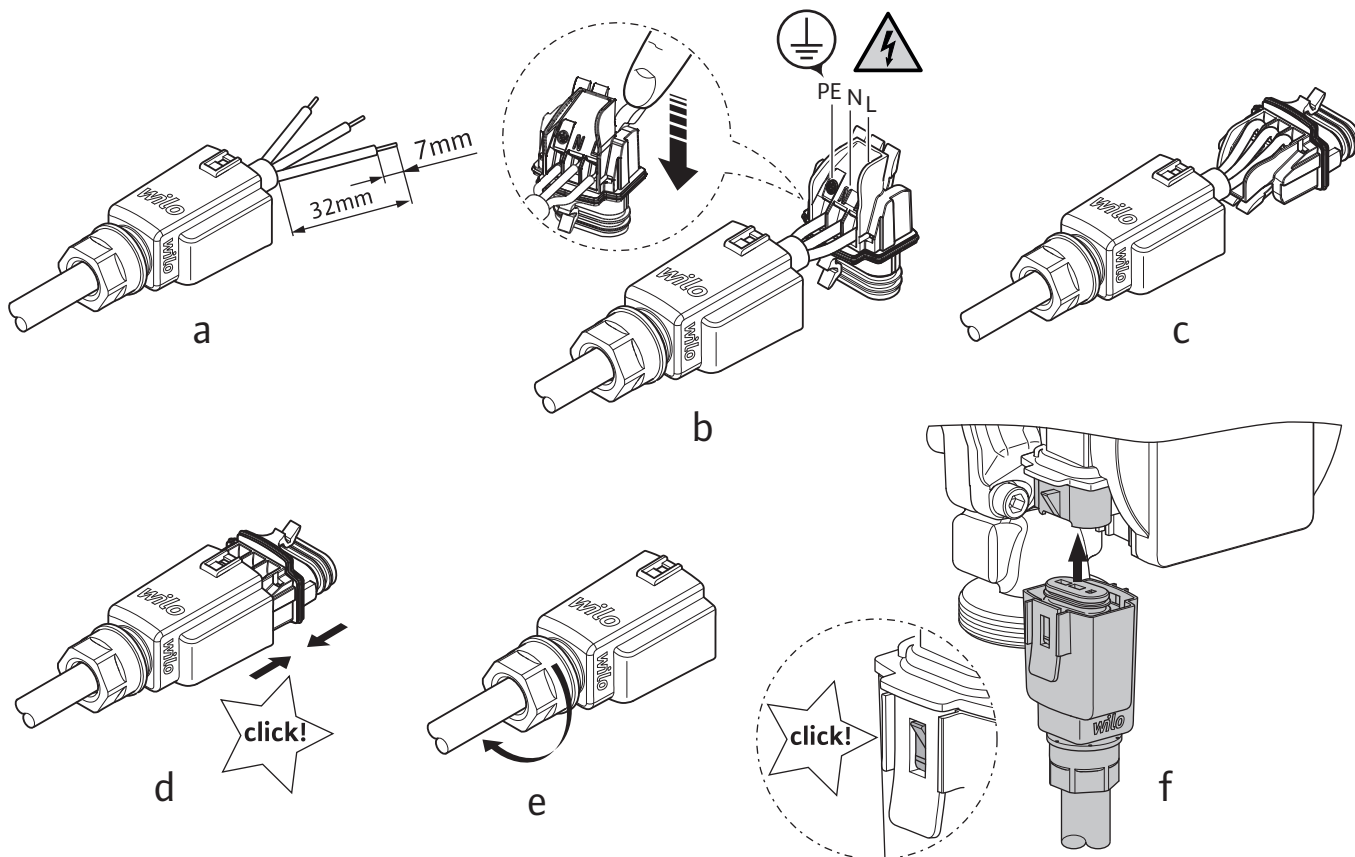

Fig. 5: Монтаж на Wilo-Connector
- Свържете и монтирайте Wilo-Connector (Fig. 5а до 5е).